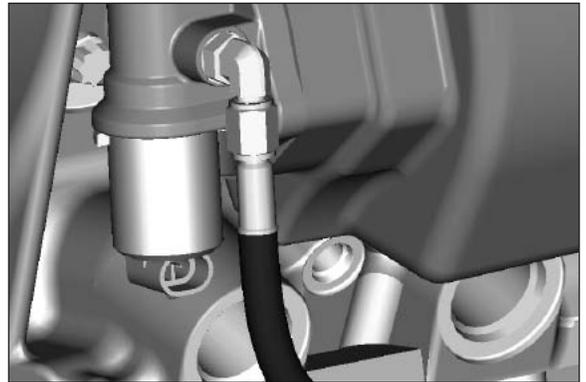

Fig. 9
8. Fissare saldamente alla valvola la tubazione ad alta pressione. Serrare il dado del raccordo all'estremità del tubo di 2 facce dopo averlo stretto a mano (**fig. 9**).